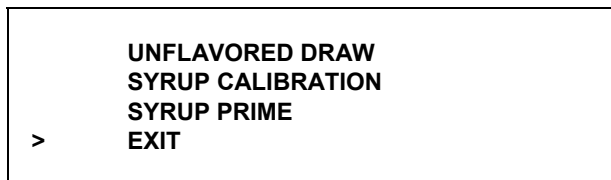

Рисунок 33
21. Нажмите на символ (КАЛИБРОВКА), чтобы показать варианты меню. Загорится символ (КАЛИБРОВКА), символ (АВТО), на стороне для молочных коктейлей, и символ (ДОПОЛНИТЕЛЬНЫЙ СИРОП). На экране будут показаны опции меню калибровки. (См. рис. 33)